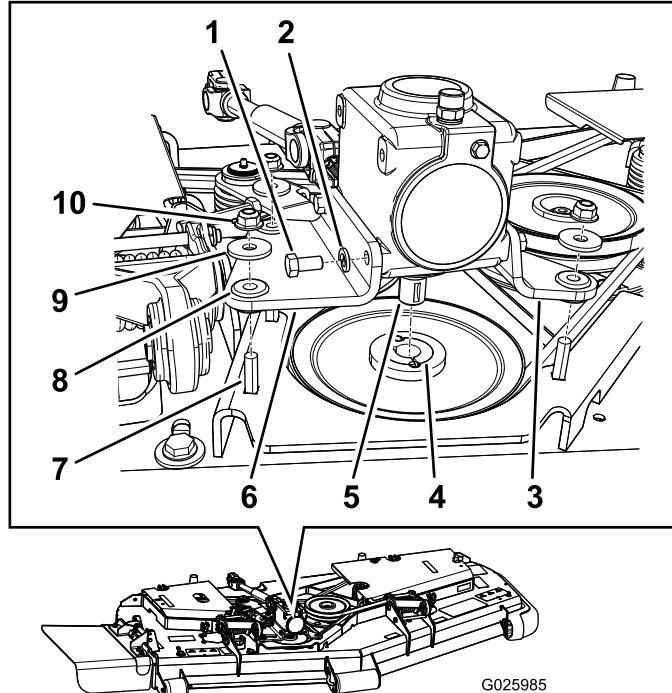

Figura 1
- B. Retire la caja de engranajes antigua incluyendo los 2 soportes de montaje (Figura 1).
- C. Inspeccione los soportes antivibratorios de goma insertados en los soportes de montaje (Figura 1).
- E. Transfiera la polea de transmisión a la caja de engranajes nueva usando el casquillo cónico de bloqueo y la chaveta (Figura 1).